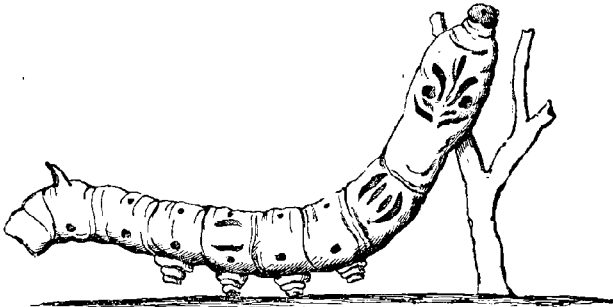

Fig. 17.
2. Beaucoup d'insectes produisent une matière analogue à la soie; mais la soie proprement dite, la véritable soie, est fournie par la chenille de diverses espèces de Bombyx, plus particulièrement par celle du *Bombyx du mûrier*, vulgairement appelé **ver à soie** (fig. 17). Personne n'ignore que cet insecte est ori-